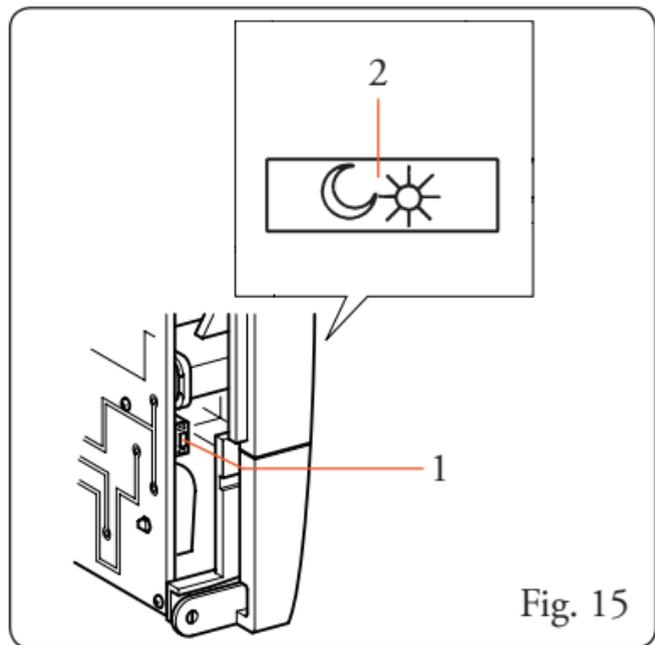

Fig. 15
- 3) Premere il pulsante  (Fig. 15 pos. 2) posto sul frontale del pannello comandi.
- 4) Rilasciare il tasto (Fig. 15 pos. 1) sul display comparirà la scritta "Son".
- 5) Rilasciare il pulsante  (Fig. 15 pos. 2) posto sul frontale del pannello comandi.
Ogni volta che si utilizza il tasto (Fig. 15 pos.1), occorre rifare la regolazione dell'ora e del giorno corrente, come indicato nel paragrafo 5.1.